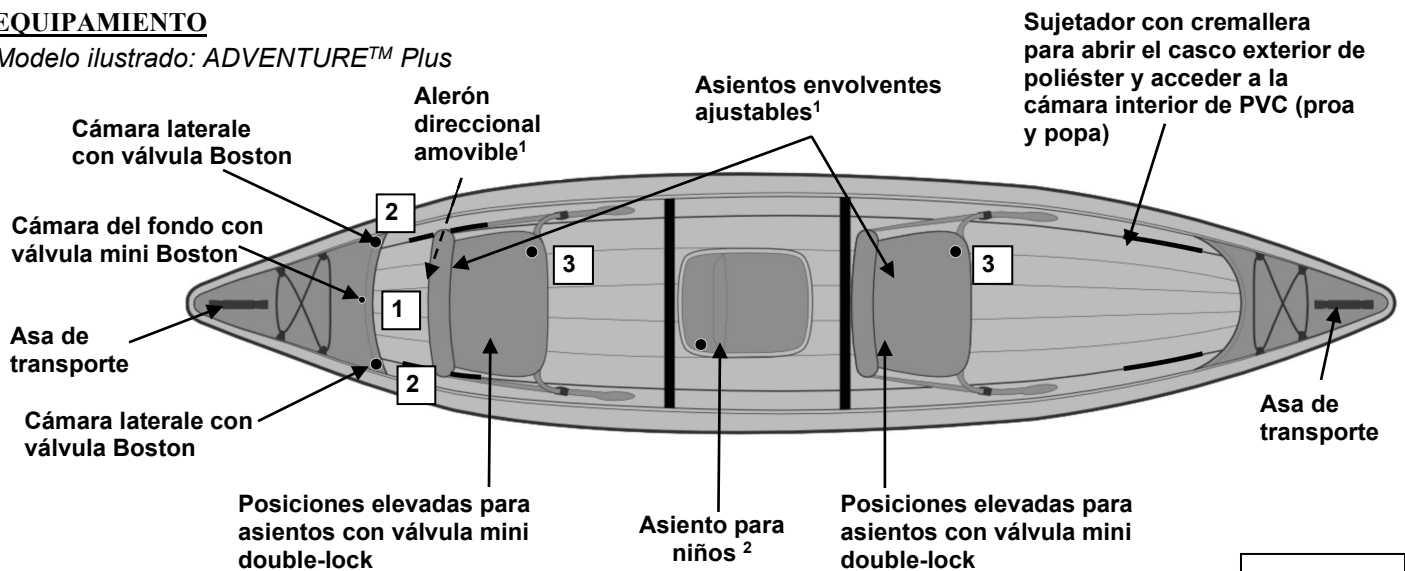

Figura 1
- a) Válvula(s) Boston y válvula mini Boston (figura de al lado) para el hinchado del fondo y de las cámaras laterales : para hinchar, quite el tapón de la válvula (1); enrosque el cuerpo de la válvula (2) en la base de la válvula (3), sobre el flotador; verifique que el tapón sigue siendo accesible. Inserte la extremidad del tubo del hinchador en la válvula. Hinche el flotador hasta la presión requerida (ver punto 3). Al terminar el inflado, cierre la(s) válvula(s) con el tapón. **NOTA:** es normal comprobar un ligero escape de aire antes de apretar el tapón de una válvula. Únicamente **los tapones aseguran la ESTANQUEIDAD FINAL.**
- b) Válvula(s) mini double-lock para el hinchado de los asientos : ver dibujo en página 2 : Abrir la válvula (A). Para comenzar, tirar del tapón externo hasta abrirlo (B). Introducir la boquilla del aparato inflador en la válvula abierta y poner en marcha el inflador (C). Para cerrar la válvula: empujar con el aparato inflador hasta que el tapón se hunda hacia dentro, cerrando herméticamente el tapón interno (D). Retirar el aparato y cerrar el tapón externo. La válvula deberá aparecer hundida hacia dentro sobre sí misma (E).
3. Hinche el producto siguiendo el orden de hinchado indicado en la placa de identidad imprimida sobre el producto (referirse también la figura 1, numeración de las válvulas).